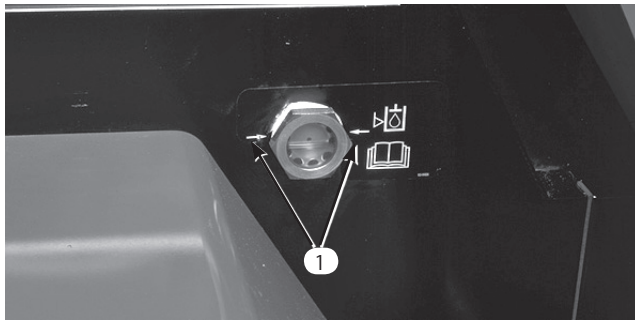
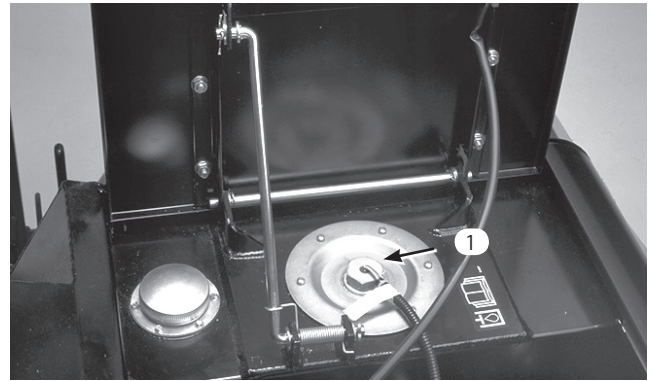

図40
図41
エンジンが冷えている状態で本機を水平な場所に駐車した時、点検窓の矢印よりもオイルレベルが6 ~ 12 mm 下がっていれば適正です。エンジンが熱い時は矢印と同じレベルが適正量です (図40)。足りなければ補給します。
2. 補給口 (図41) の周囲をていねいに拭く。フタを取り、所定レベル (図40) までオイルを補給する。「油圧オイルを点検する」の項を参照。
4. カuttingユニットを上昇させた状態で、オイルが熱い間に点検窓 (図40) でレベルを点検する。矢印より低ければ補給。オイル温度が低い場合には矢印より低い位置で補給を止めること。
6. オイル点検窓 (図40) からオイル量を点検する。オイルが熱い時は両側の矢印までであれば適正である。矢印より低ければ補給する。